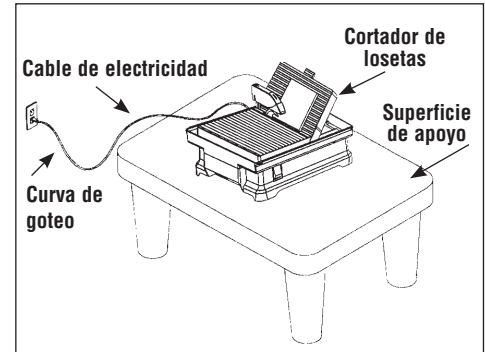

FIGURA 5
2. Haga una "cueva de goteo" en el cable (ver la FIGURA 5).